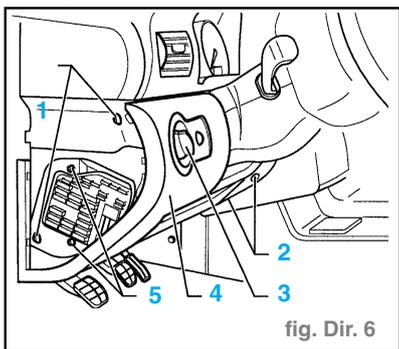

fig. Dir. 6
- Sortir de ses fixations l'habillage (1) du plancher.
- Déposer le commutateur d'éclairage (fig. Dir. 6).